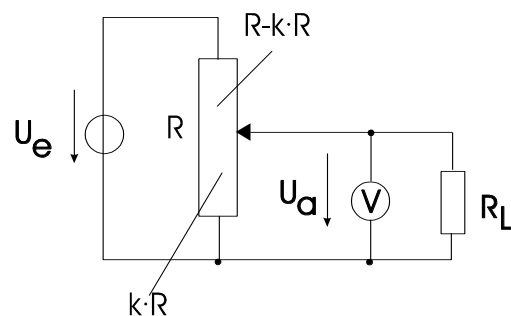

Bild 1
- Bauen Sie die Schaltung entsprechend Bild 1 auf!